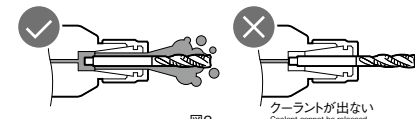

図2 Fig. 2
- コレットスルー使用時はホルダの奥にタップを突き当てないで下さい。流路がふさがりクーラントを正常に吐出できなくなります(図2)。
- When using the collet-through coolant, do not insert the tap to the end of the holder bore. It will block the coolant path and coolant will not be dispensed properly (Fig. 2).